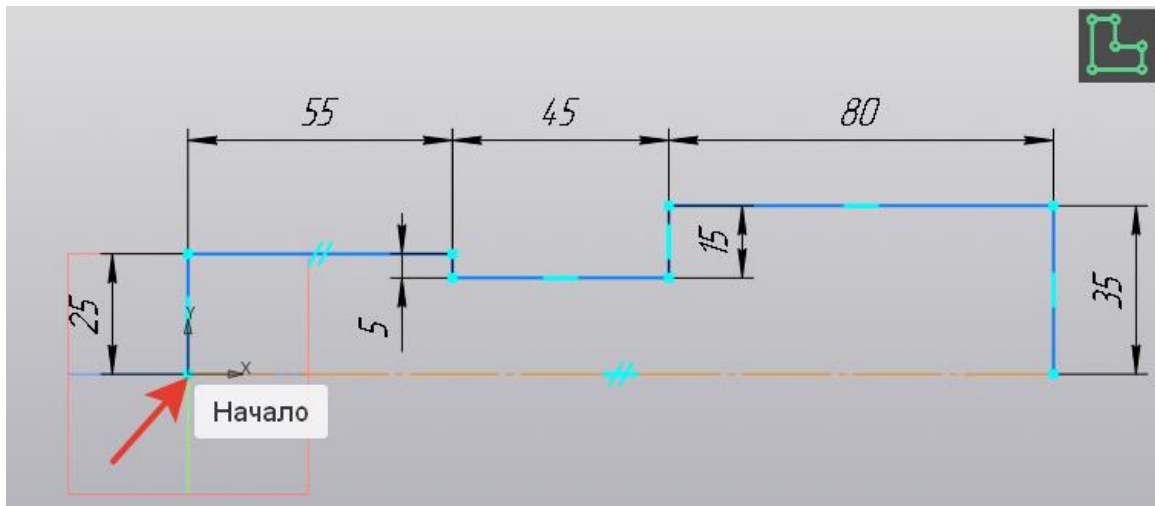

Рисунок 88.
3. Инструментальная панель **Геометрия** -  **Автолиния**. Выполняем эскиз половины вала, обязательно внизу выполнить осевую линию по всей длине вала. (рисунок 88).